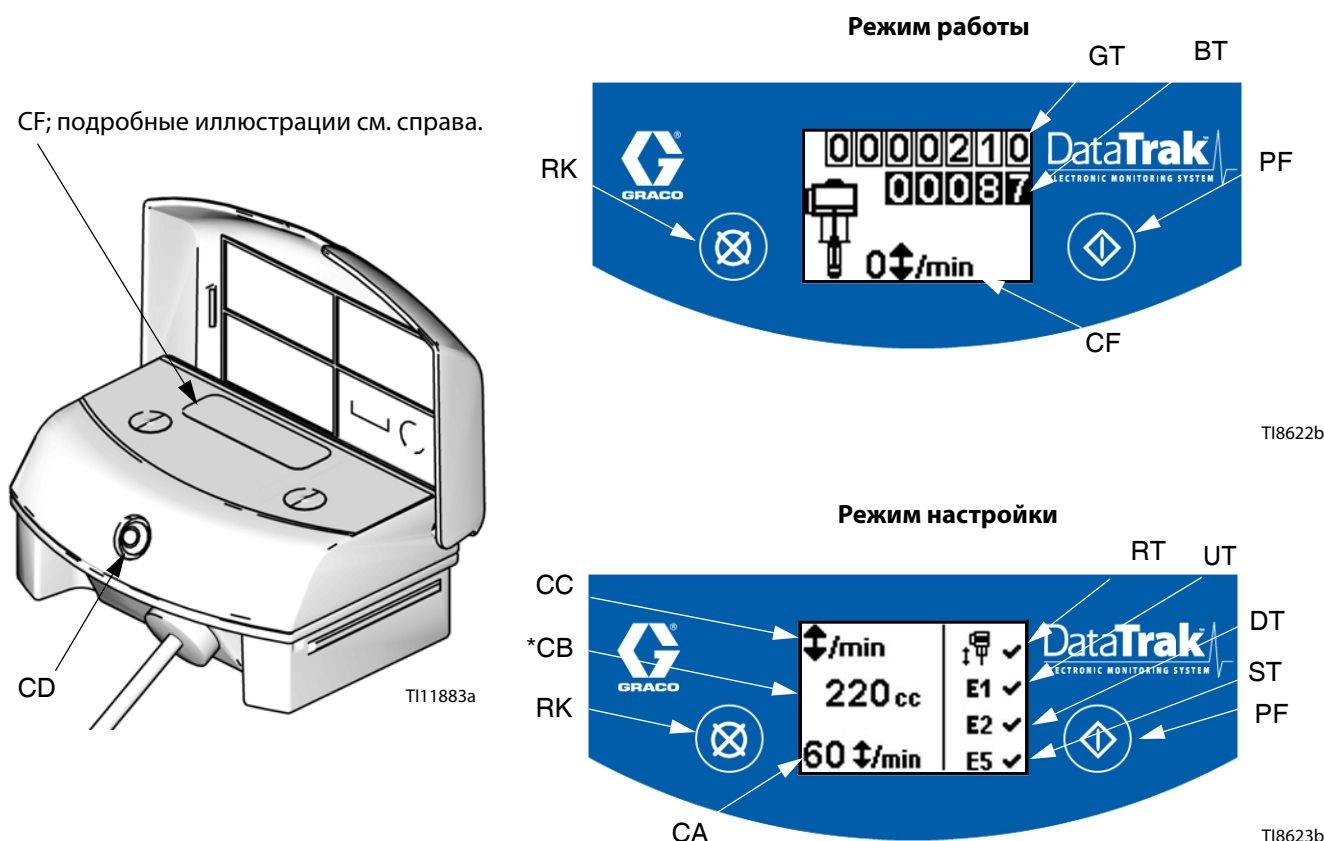

Рис. 31. Элементы управления и индикаторы модуля DataTrak
ПРИМЕЧАНИЕ: См. Рис. 31. Дисплей (Y) будет выключен по истечении одной минуты простоя в режиме Run (Эксплуатация) или после трех минут простоя в режиме Setup (Настройка). Для включения дисплея нажмите любую кнопку. Когда дисплей выключен, модуль DataTrak продолжает подсчитывать циклы.
1. См. Рис. 31. Нажмите и удерживайте кнопку  в течение 5 секунд, пока не появится меню настройки.
1. См. Рис. 31. В случае разгона насоса защитный электромагнит приводится в действие и останавливает насос. Светодиод (CD) начинает мигать, а на дисплее (CF) указывается состояние разгона (см. Таблицу 1). На дисплее будут циклически повторяться шесть сообщений с инструкциями.
2. Экраны разгона 1 и 2. Для возврата электромагнита защиты от разгона в исходное состояние закройте главный воздушный клапан (AP). Подождите, пока воздух полностью не выйдет из пневматического двигателя.
3. Экраны разгона 3 и 4. После того как выйдет воздух, нажмите кнопку выключения электромагнита (J), чтобы вернуть воздушный клапан в исходное состояние. Кнопка снова появится на экране, после того как на воздушный клапан будет подано давление.
ПРИМЕЧАНИЕ: Во время разгона параметры ошибки E1, E2 и E5 разрешены, и на экране настройки появится знак . См. Рис. 31.
5. Для перезапуска насоса откройте главный воздушный клапан (AP).
ПРИМЕЧАНИЕ: Чтобы отключить функцию контроля разгона, переведите систему в режим настройки и установите для параметра разгона (CA) значение 0 (ноль) или выключите параметр (RT)  (см. Рис. 31).
- См. Рис. 31. Для перехода в режим заправки/промывки нажмите любую кнопку, чтобы включился дисплей, а затем нажмите . На дисплее отобразится символ заправки/промывки и светодиод
См. Рис. 31. Последняя цифра на счетчике партий (BT) означает десятые доли галлона или литра. Чтобы обнулить счетчик, нажмите любую кнопку для включения дисплея, а затем нажмите и удерживайте  в течение 3 секунд.
См. Рис. 31. Дисплей (CF) будет выключен по истечении одной минуты простоя в режиме Run (Эксплуатация) или после трех минут простоя в режиме Setup (Настройка). Для включения дисплея нажмите любую кнопку.
Модуль DataTrak может диагностировать некоторые проблемы в работе насоса. Если монитор обнаруживает проблему, светодиодный индикатор (CD, см. Рис. 31) будет мигать, и на дисплее будет отображен код диагностики. См. Таблицу 1.